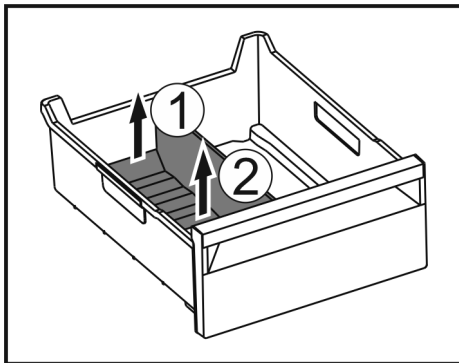

Fig. 115
- ▶ Повдигнете задната част на разделителя на отделението за лед. Fig. 115 (1)
- ▶ Извадете разделителя на отделението за лед нагоре. Fig. 115 (2)